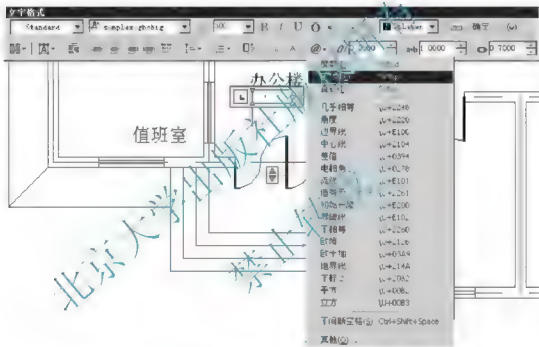

图 3.12 利用【符号】菜单输入特殊字符
① 在指定第一角点: 提示下, 在办公楼平面图内单击一点, 将其作为文字框的左上角点。
② 在指定对角点或 [高度(H)/对正(J)/行距(L)/旋转(R)/样式(S)/宽度(W)]: 提示下, 光标向右下角拖出矩形框后单击。
③ 在【文字格式】对话框中将当前文字样式设为 Standard, 高度设为“300”。
④ 单击【符号】按钮, 打开【符号】菜单, 如图 3.12 所示, 选择【正/负(P)%%p】, 接着输入“0.000”。
⑤ 单击【确定】按钮关闭对话框, 这样就输入了“ $\pm 0.000$ ”。